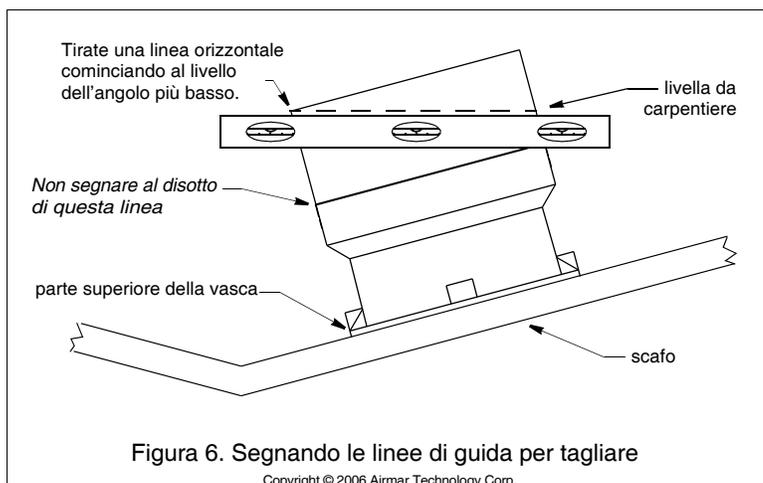

Figura 6. Segnando le linee di guida per tagliare
1. Quando siete soddisfatti che il posto scelto per il montaggio é ottimale, collocate la vasca *alla rovescia* nello scafo (vedi la Figura 6)